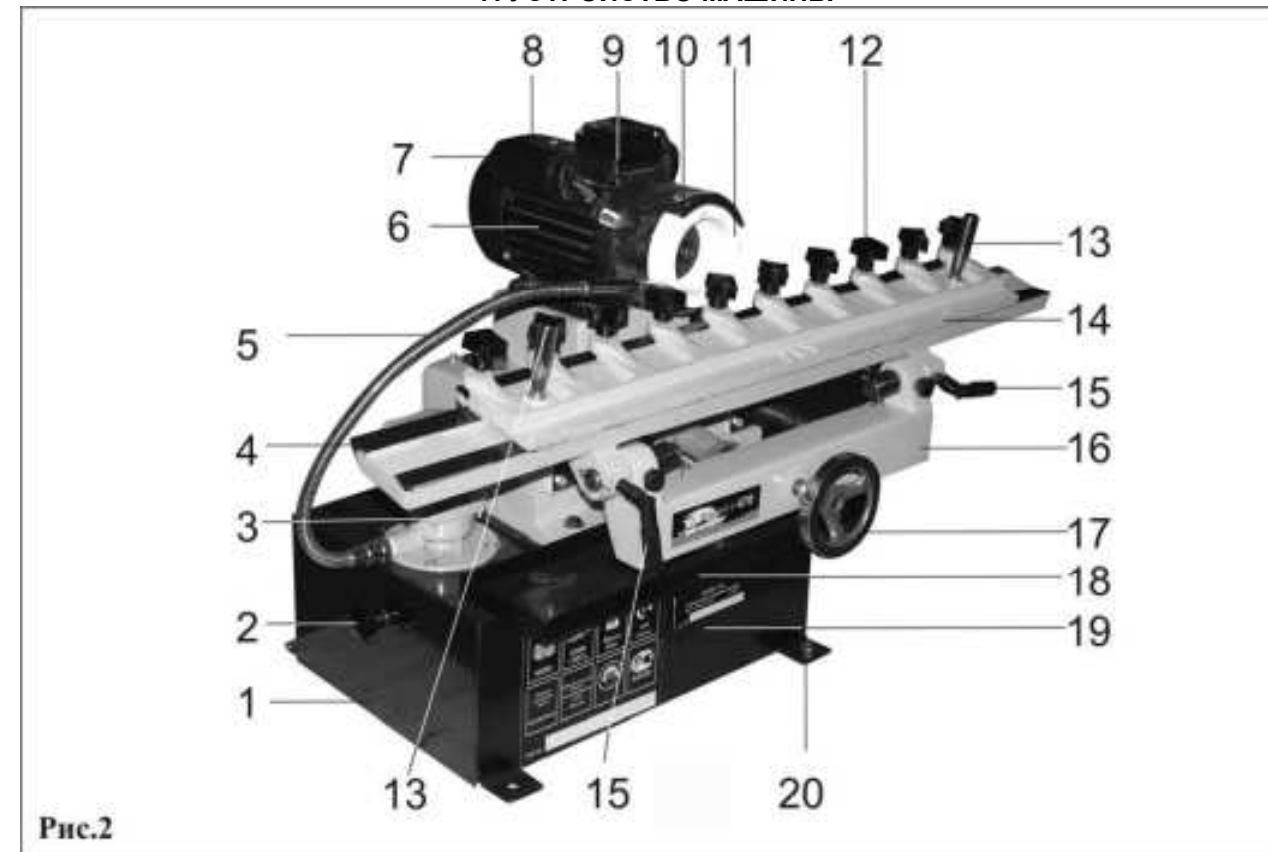

Рис.2
#### 7.1. Машина состоит из следующих сборочных единиц и деталей (Рис.2)
8.1. Монтаж машины (Рис.2)
8.2. Установка электродвигателя (Рис.2,3,4,5)
8.2.2. С клеммой коробки (9), Рис.2, снимите крышку (25). На электрическом проводе (21) установите гайку (22) и втулку (23), как показано на Рис.3.
8.3. Установка подвижного рабочего стола (Рис.2,7)
9.1. Регулировка перед началом работы (Рис.2, 7)